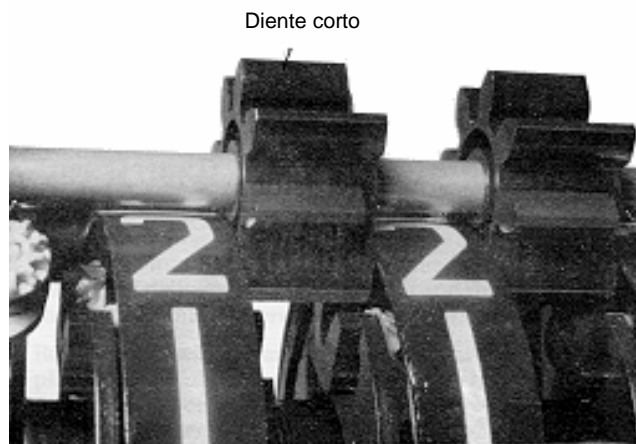

Figura 23. Posición del piñón
- Colocar los piñones entre cada tambor como se indica en la figura 23.